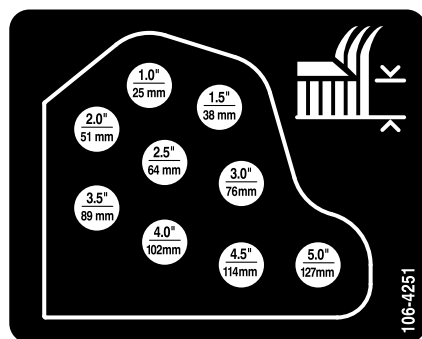

Figura 20
11. Monte as correntes da altura de corte no orifício da altura de corte desejada com o perno de gancho e pino de segurança (Figura 20).